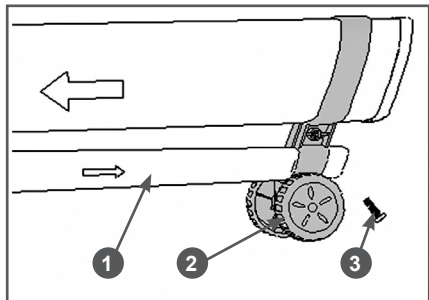

Рис. 5 Установка опорных колёс
5. Установите на нижнюю трубу опорные колёса. Для этого, установите кронштейн колёс 2 на нижнюю трубу 1, совместите отверстия в трубе и кронштейне, и закрепите кронштейн на трубе с помощью винта 3 (Рис. 5).